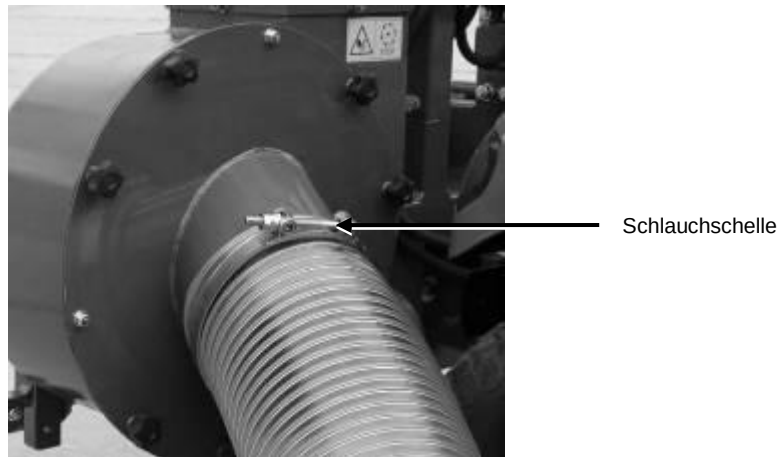

Bild 26: Saugschlauch an Turbinendeckel
6. Lösen Sie den Saugschlauch vom Stutzen am CLS indem Sie die entsprechende Schlauchschelle lösen (siehe Bild 26).